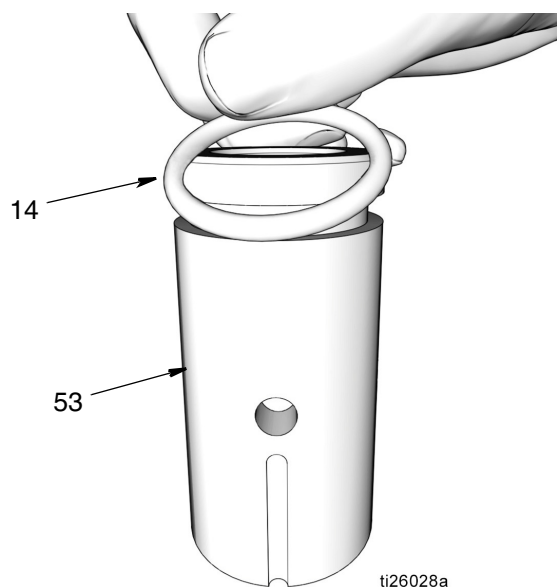

FIG. 41
5. Manica dell'elemento della pompa (53)
- a. Utilizzare un panno pulito per pulire la manica dell'elemento della pompa (53) e rimuovere sporco o contaminanti. Ispezionare la superficie per verificare l'eventuale presenza di graffi e/o danni.
- b. Applicare un sottile strato di grasso all'O-ring (14). Installare l'O-ring attorno alla manica dell'elemento della pompa (d) (FIG. 41).